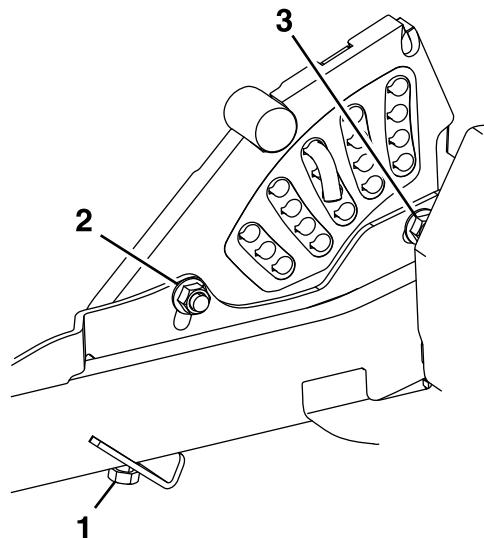

Figure 86
- 13. Si les 4 dispositifs de réglage du tablier ne disposent pas d'un réglage suffisant pour produire une hauteur de coupe précise, vous pouvez régler le système monopoint (Figure 86).
14. Pour régler le système monopoint, commencez par desserrer les boulons de fixation des plaques de hauteur de coupe avant et arrière (Figure 86).
16. Serrez les 2 boulons au bas de la plaque de hauteur de coupe (Figure 86).